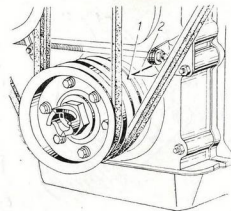

Рис. 19. Установка коленчатого вала в положение в. м. т. 1—метка, 2—указатель.
3) осторожно поворачивайте коленчатый вал и остановите вращение, когда середина метки 1 на шкиве коленчатого вала остановится против острия указателя 2, расположенного на крышке шестерен распределителя (рис. 19).